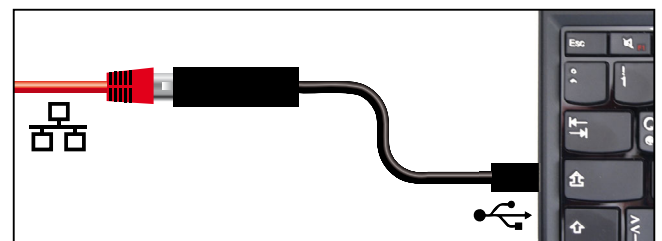

Abb. 6 Konverter Ethernet–USB
- ▶ Konverter Ethernet–USB (Abb. 6). Damit ist es möglich, den Netzwerkanschluss des Geräts (siehe Seite 12) mit dem USB-Anschluss eines PCs/Laptops zu verbinden.